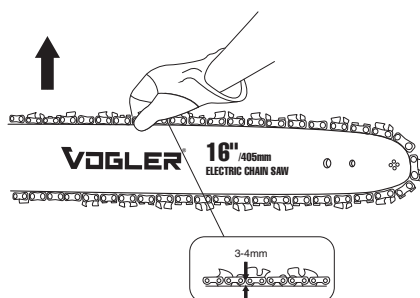

Abbildung 3
- Nach Einstellen der Spgnschraube ziehen Sie die Sägekette am Föhrungsschienen mit einer Kraft von etwa 2 kg. Wenn der Abstand zwischen der Kette und der Föhrungsschiene 3 mm bis 4 mm betrögt, ist die Kettenspannung korrekt. (Siehe Abbildung 3.)